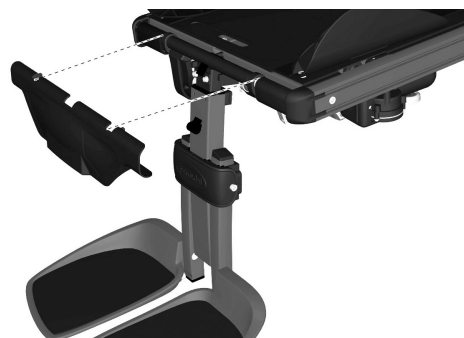

Bild 115. Montera benstödet övre plastkåpa genom att försiktigt trycka fast dess fästen på benstödet fästskruvar/distanser.
4. Montera benstödet övre plastkåpa genom att försiktigt trycka fast dess fästen på benstödet fästskruvar/distanser. Se bild. 115.